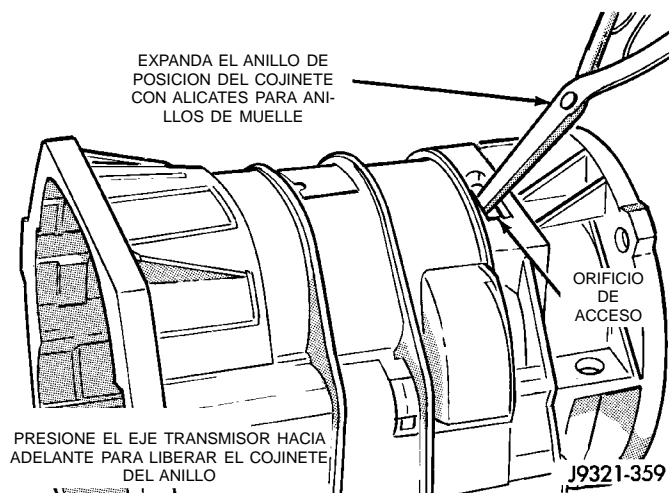

Fig. 248 Asiento del anillo de posición en el cojinete trasero
(9) Expanda el anillo de posición del cojinete delantero con alicates para anillos de muelles (Fig. 248). Luego deslice la caja hacia abajo hasta que el anillo de posición se trabe en la acanaladura del cojinete y desenganche el anillo de muelle.